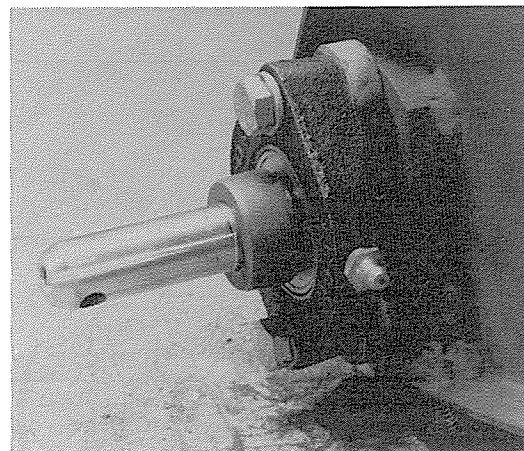

Figure 35
- (e) Meter Shaft Bearings. (See Fig. 35).